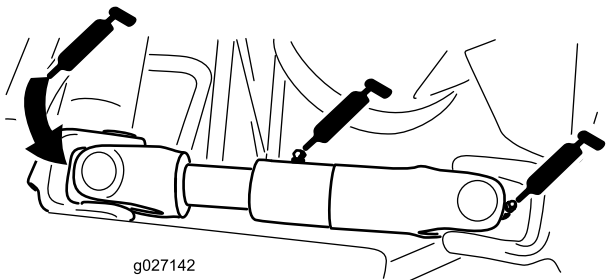

Figura 47
- Junta em U do veio propulsor da bomba (3) (Figura 47)